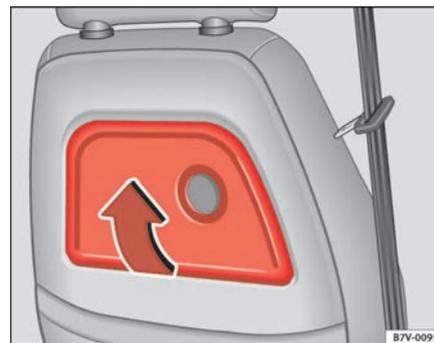

Fig. 106 Tavolinetto ripiegabile dietro al sedile anteriore destro
- Sollevare il tavolinetto come indicato dalla freccia ⇒ **fig. 106** fino a quando s'incastra in posizione orizzontale.
- Spingere il tavolinetto verso il basso nel senso contrario a quello indicato dalla freccia ⇒ **fig. 106** e fissarlo.